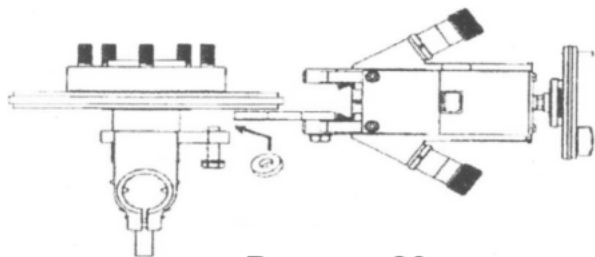

Рисунок 23
1. Установите в правильное положение (рис.23 и 24).